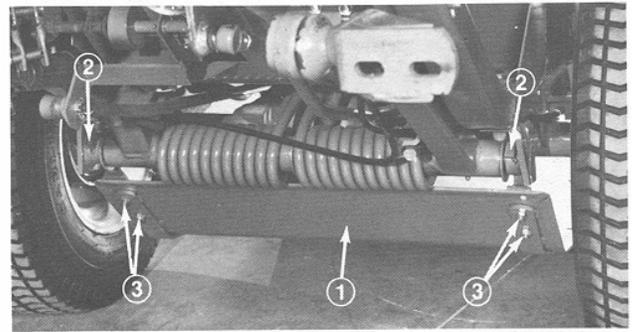

Figure 7
5. Fixez la protection ventrale aux crochets avec 2 contre-écrous (5/16 pouce) de chaque côté (Fig. 7).